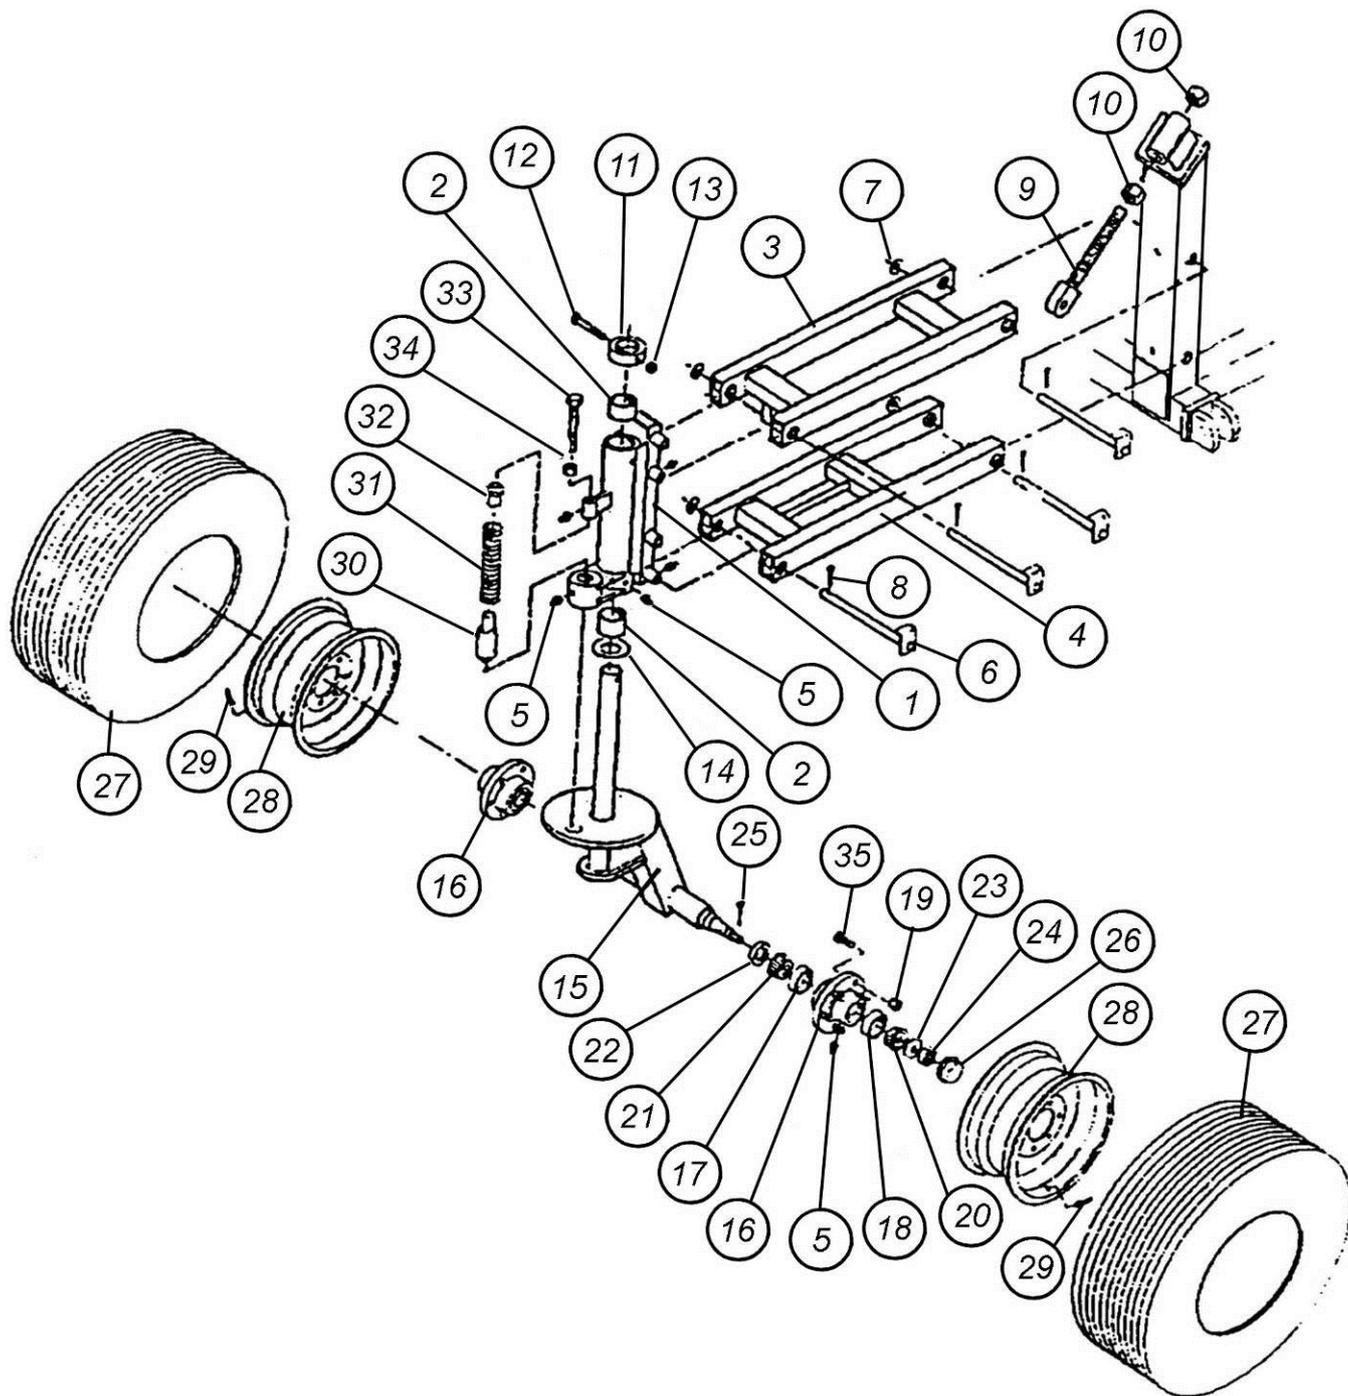

Рис. 7.1.3. Передняя подвеска
7.1.3. Передняя подвеска (рис. 7.1.3)